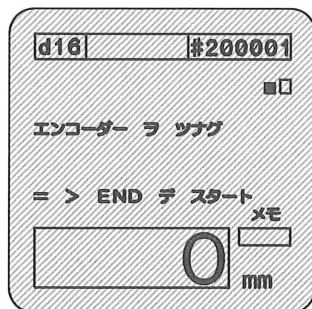

図45
- ☐ スキニングにカーソルを合わせSTARTキーを押してください。図45が表示されます。